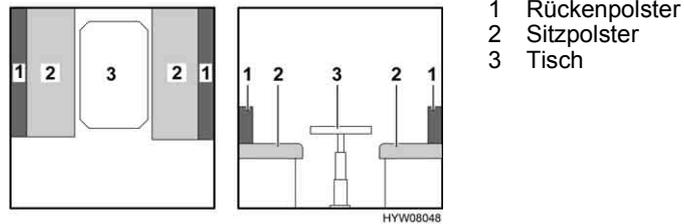

Bild 115 Vor dem Umbau
- Den Tisch (Bild 115,3) zum Bettunterbau umbauen (siehe Abschnitt 6.10).